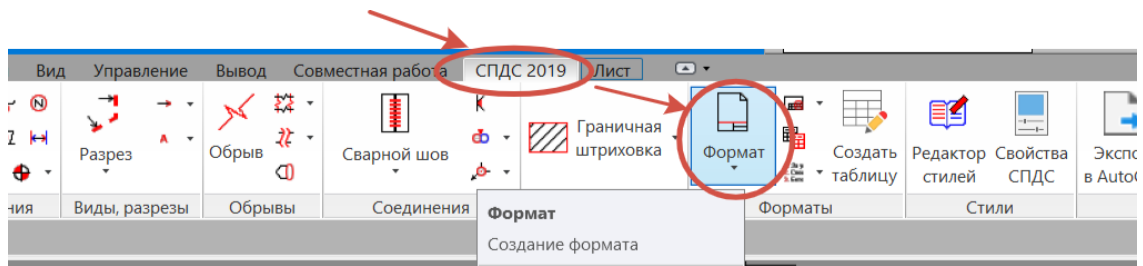

Рис. 127. Вызов команды Формат
7. Перейти во вкладку СПДС и вызвать Формат (рис. 127).